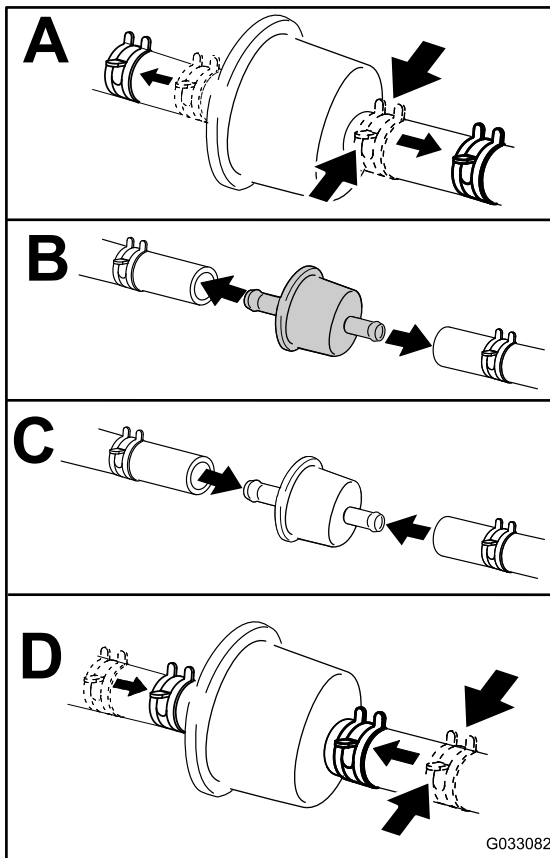

Figura 35
4. Cambie el filtro como se muestra en Figura 35.